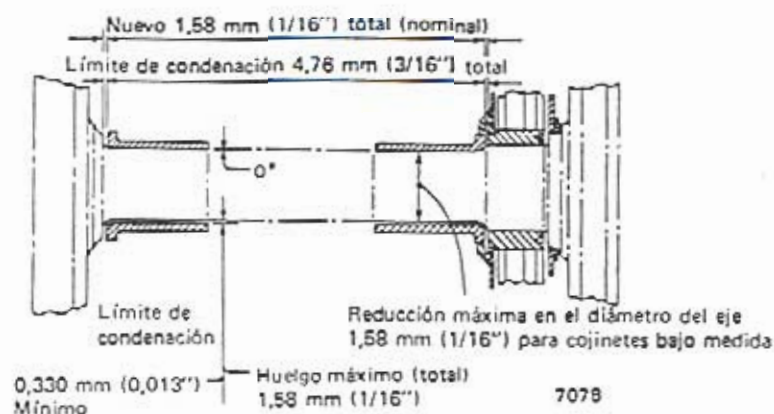

Fig. 7 - Huelgo de los cojinetes de suspensión
Se deberá controlar el huelgo lateral y radial de los cojinetes de suspensión para cerciorarse de que no exceden los límites de desgaste mostrados en la Fig. 7.
5. El huelgo radial entre el eje y el cojinete deberá ser de por lo menos 0,330 mm (0,013"). Referirse a la Fig. 7 para otras especificaciones y dimensiones que deben ser controladas.